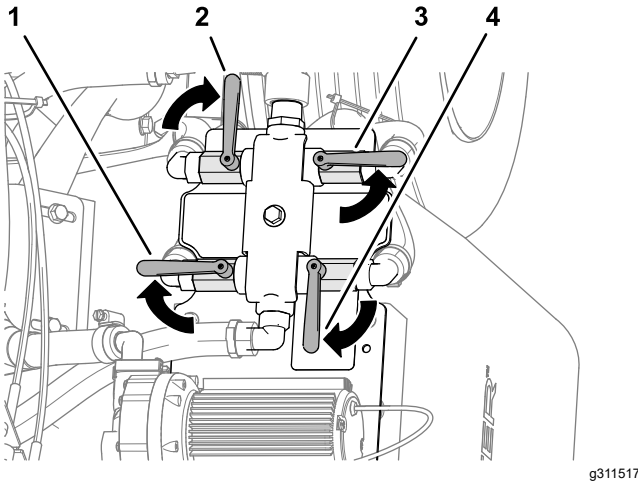

Figura 40
2. Gire las palancas de las válvulas como se indica en la Figura 40.